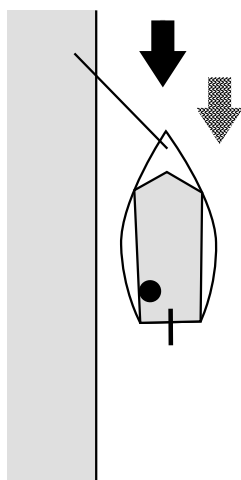

Fig 27: afvaren met stroming, vertreksituatie 1
1. Wind en stroom uit dezelfde richting. We vertrekken onder vol tuig. (fig. 27)